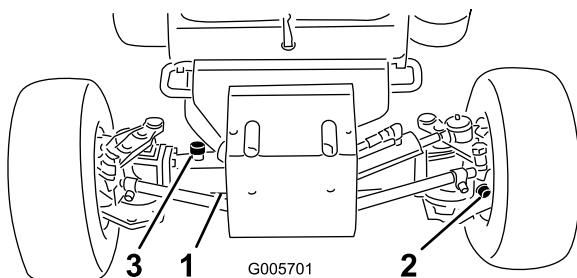

Bild 31
2. Entfernen Sie die Prüfschrauben aus der Achse und stellen Sie sicher, dass der Schmierstoff die Unterseite aller Löcher erreicht. Wenn das Niveau niedrig ist, nehmen Sie die Füllschrauben ab und füllen Sie ausreichend Schmiermittel ein, um das Niveau auf die Unterkante der Prüfschraubenlöcher anzuheben (Bild 31).